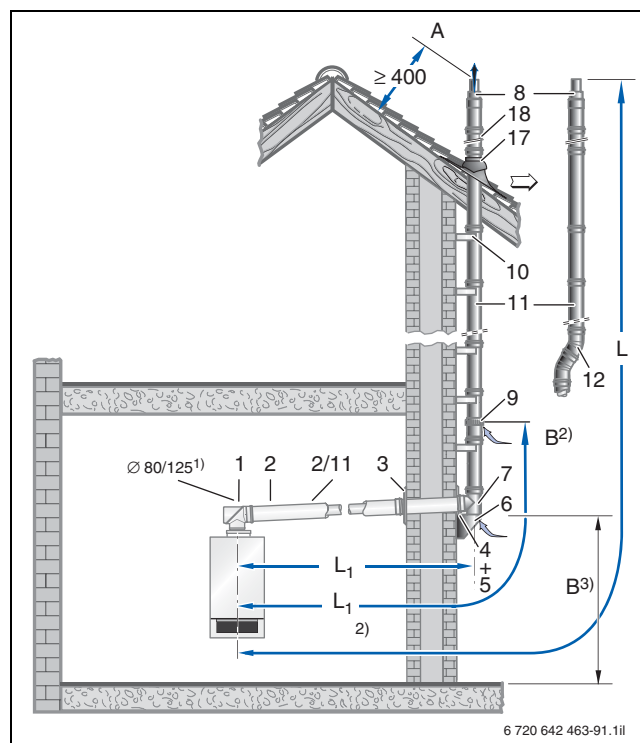
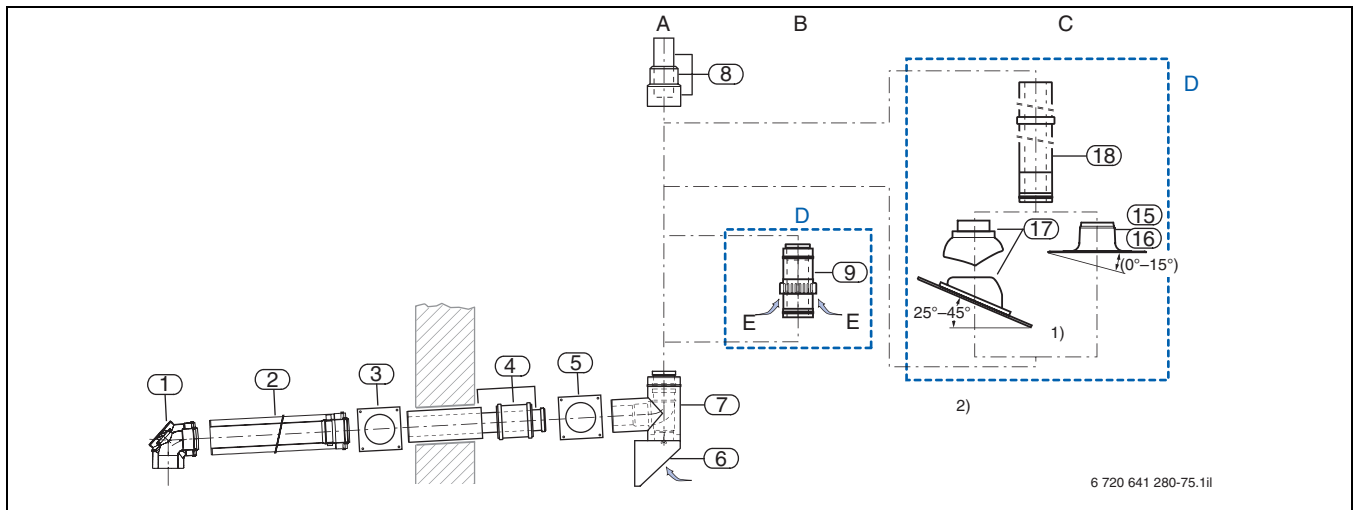

Bild 135 Montagevariante mit dem Bausatz GAF-K (Maße in mm)
Bild 136 Bauteile des Grundbausatzes GAF-K aus Kunststoff
Tab. 65 Maximal zulässige Gesamtbaulänge der Abgasleitung (→ Bild 135)
Für das Ansaugen der Verbrennungsluft in Höhe der Mauerdurchführung muss sich das Zuluft-T-Stück mindestens 30 cm über dem Erdboden befinden. Geografisch bedingt ist auch die Schneehöhe zu berücksichtigen. Die Luftansaugung muss auf jeden Fall über der zu erwartenden Schneehöhe liegen. Ist diese Bedingung nicht erfüllt, kann alternativ die Verbrennungsluft über den konzentrischen Zuluftstutzen angesaugt werden, der in die Luft-Abgas-Leitung an der Fassade einzubauen ist (→ Bild 136, Zuluft alternativ).
Die Luft-Abgas-Leitung an der Fassade kann durch die Dachtraufe geführt werden (→ Bild 135). Dafür sind als Zusatzausstattung die konzentrische Dachdurchführung und entweder ein Flachdach-Klebeflansch oder ein Universal-Dachziegel mit Regenkappe erforderlich (→ Bild 136, Dachdurchführung).
- C** Dachdurchführung (→ Bild 135)